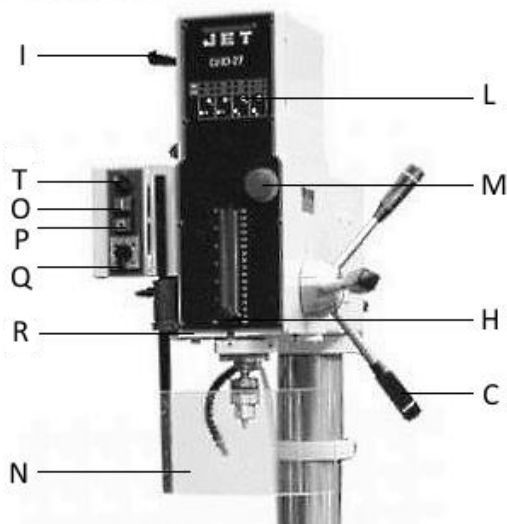

Рис. 3
При помощи ручек (I, рис.3) и (Q) необходимую частоту и направление вращения шпинделя.
Для выталкивания патрона из шпинделя необходимо немного выдвинуть пиноль и отодвинуть ограничительную пластину (R, рис.3).
Для просверливания нескольких отверстий заранее заданной глубины ослабьте барашковый винт (H, Рис.3), передвиньте ограничитель на значение, соответствующее выбранной глубине и затяните винт.